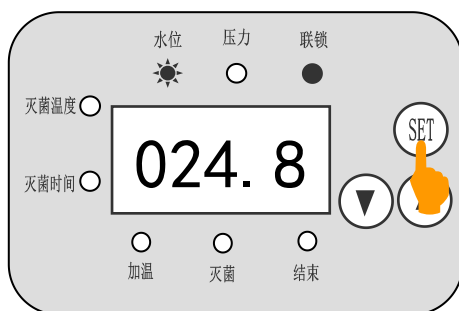
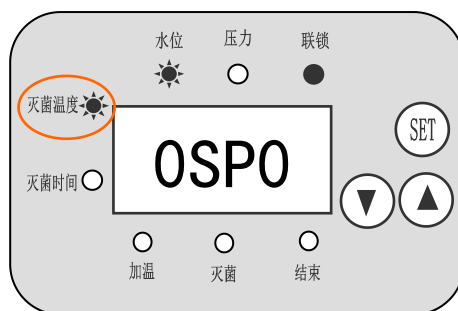
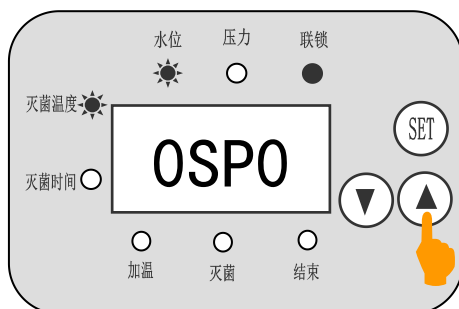
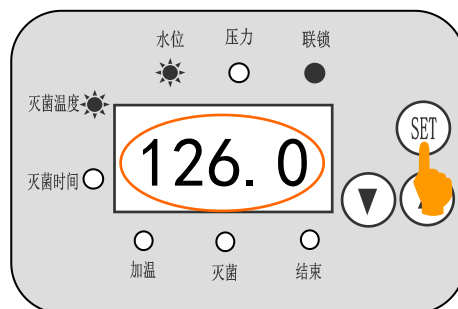

图 7
图 8
图 9
图 10
①设定灭菌温度：按控制面板上的功能设定键 **SET** (图 7)，面板上的灭菌温度指示灯亮，显示屏出现“SP”(图 8)，按动上下移动键 **▼▲** (图 9)，调整所需的温度值，设定完成后按功能设定键确认 (图 10)。